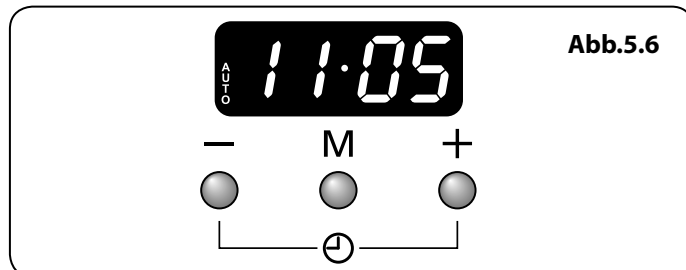

Abb.5.6
3. Wenn die „Stoppzeit“ erreicht ist, ertönt ein Alarm und der Ofen schaltet sich ab. Das Wort „AUTO“ blinkt in der Anzeige (**Abb.5.6**).